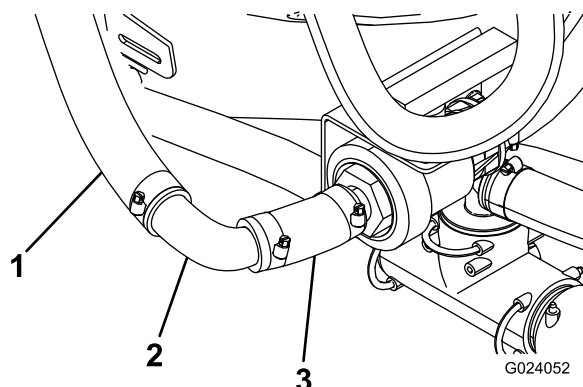

Figura 22
1. Mida y corte la manguera de agitación a 7,5 cm del extremo (Figura 22).
3. Recorte el exceso de la manguera de agitación, y conéctelo al acoplamiento de 90° con un abrazadera (Figura 22).